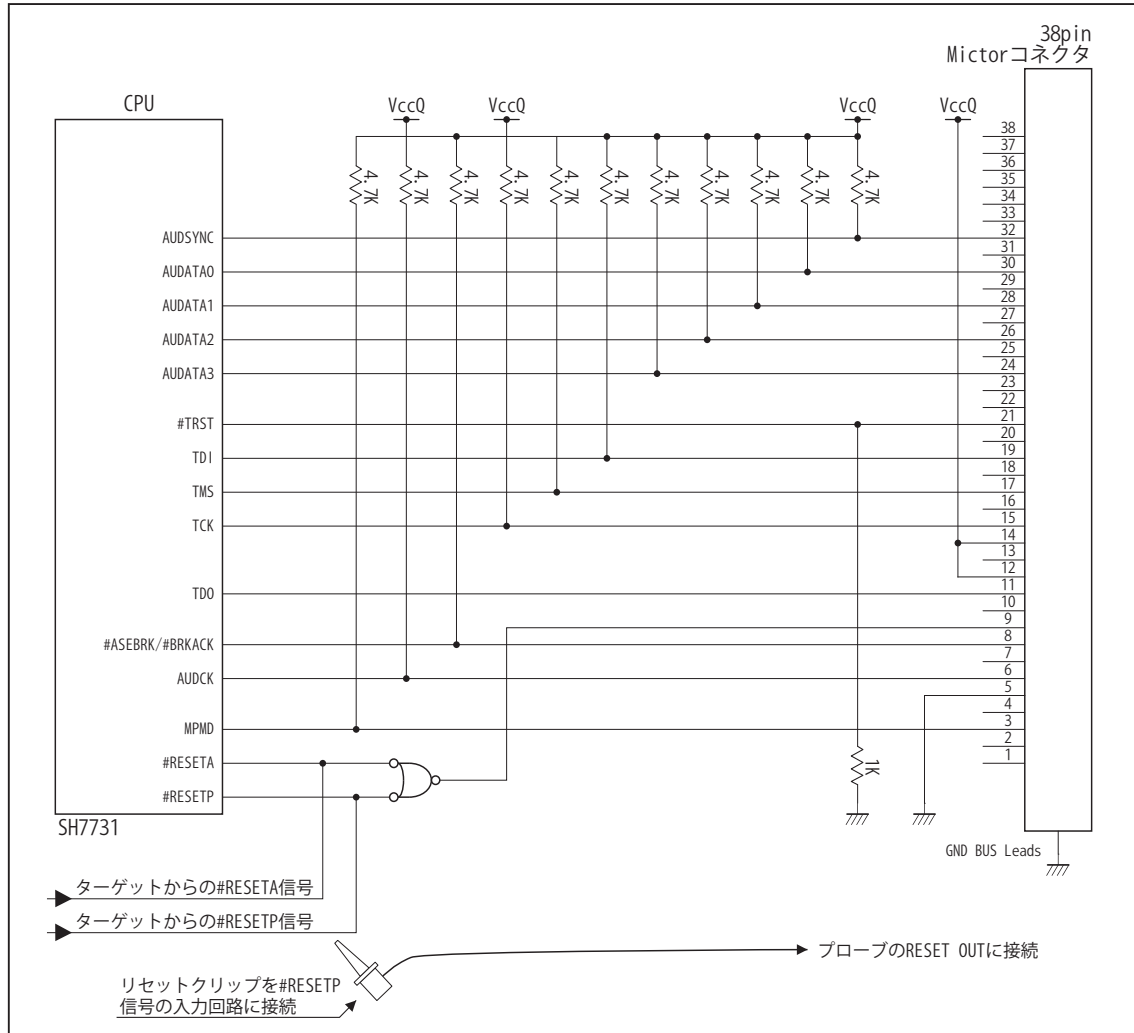

図6. AUD 38pin コネクタ接続図
【※4】 #RESETP および #RESETA は図 6 を参照し接続して下さい。
- ・ 図6に記載されている抵抗値は参考値です。